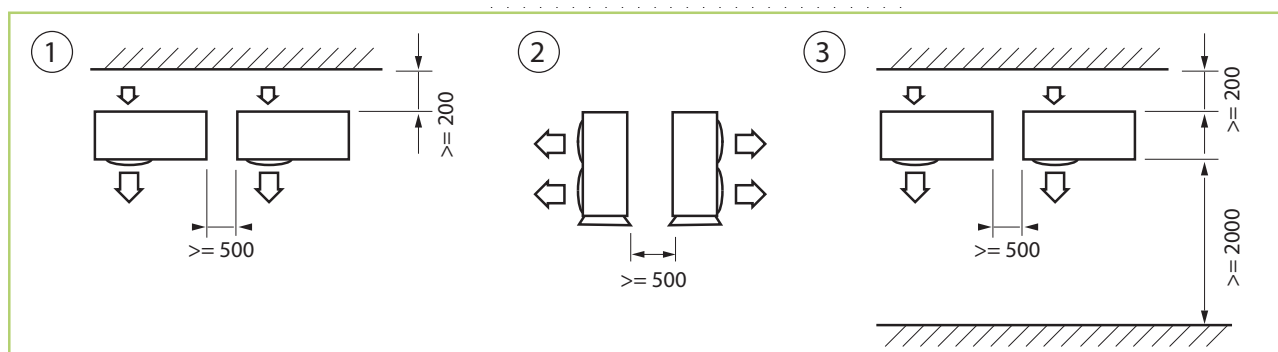

Abb. 25: Mindestabstände bei Aufstellung der Außenmodule in mm
- Bei der Installation müssen die angegebenen Mindestfreiräume eingehalten werden (Abb. 25). Diese Mindestabstände dienen zum ungehinderten Luftein- und -austritt. Außerdem muss sichergestellt werden, dass ausreichend Platz für Montage, Wartung und Reparaturen zur Verfügung steht.